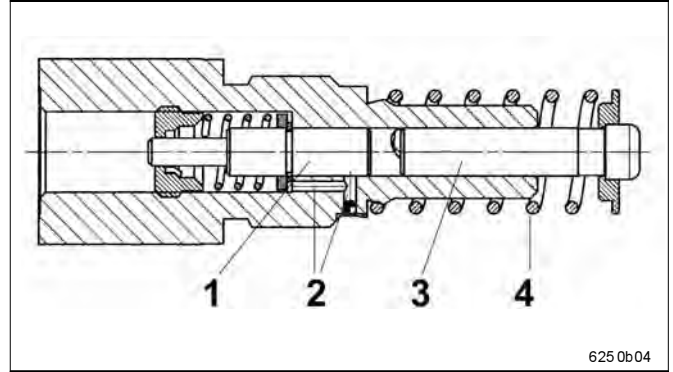

Fig. 2-5 Cuadro seccional del elemento de bomba B7
- El elemento de bomba B7 está especialmente adecuado para el uso en un ambiente contaminado ya que el lubricante suministrado pasa por delante de la válvula de retención 1 (fig. 2-5) vía un orificio de derivación 1.